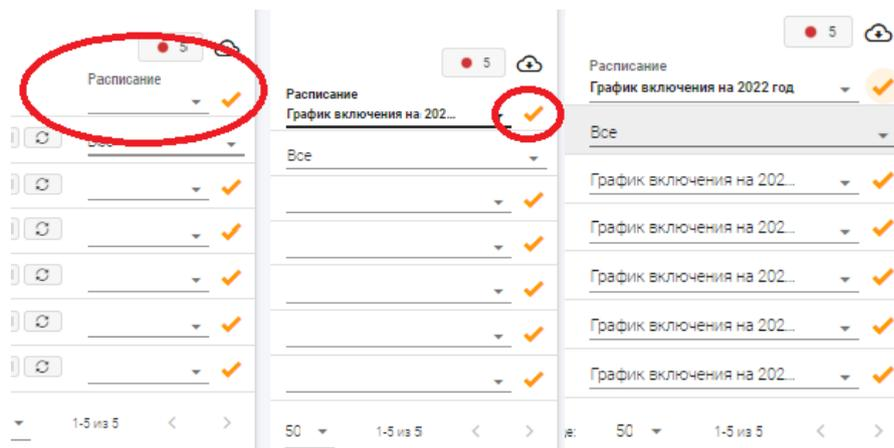

Рисунок 100 – Установить расписание для всех
- 1) Выберите контроллер в списке объектов и на вкладке «Администрирование» -> «Основное» выберите поле «Расписание» (рис. 100).
3) Чтобы установить всем общее расписание работы, выберите в верхнем поле созданное расписание и установите для всех опцию включения (рис. 100). Затем подтвердите обновление и дождитесь результата обновления.